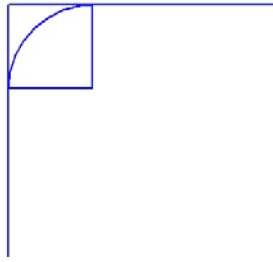

Рис. 4.5
10. Также во всех углах на левой стороне сделайте вспомогательные построения, как было описано в пунктах 4.1-4.4. Отличие в том, что не надо проводить диагональ, и размер нарисованного квадрата должен быть 3 мм x 3 мм. Таким образом, начертите внутри угла квадрат. Чтобы сделать скругление, нужно выбрать инструмент «Дуга». Центром дуги будет внутренний угол квадрата, сама дуга вписана в квадрат. Для верхнего левого угла детали первый клик сделайте на правом нижнем углу квадрата (это будет центр окружности), второй клик – на правом верхнем углу квадрата, третий – на левом нижнем углу квадрата. Результат ниже на рис. 4.5.